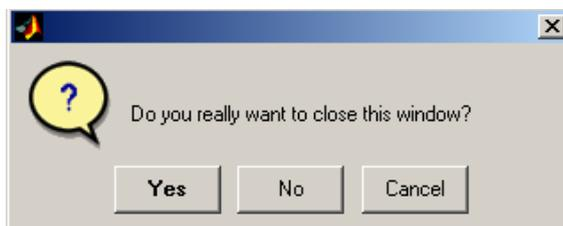

Рисунок 2.4. Запрос подтверждения закрытия окна описания неисправностей
4. Нажать кнопку *Ok*. При этом в появившемся окне, показанном на рис. 2.4, необходимо нажать кнопку *Yes*. После чего окно описания неисправностей будет закрыто.